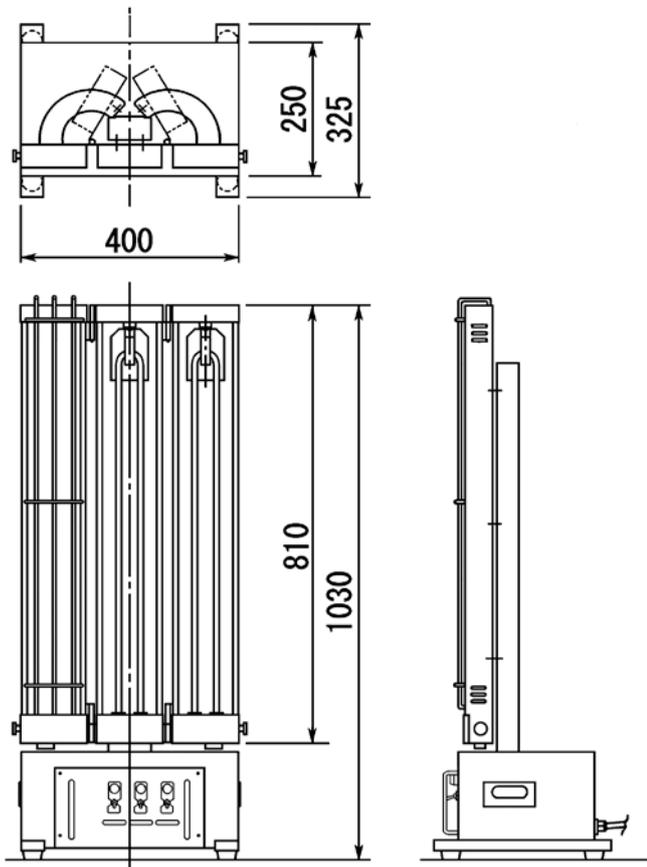

図1 各部寸法
5. 寸法：縦1030、横400、奥行き325 (図1参照)